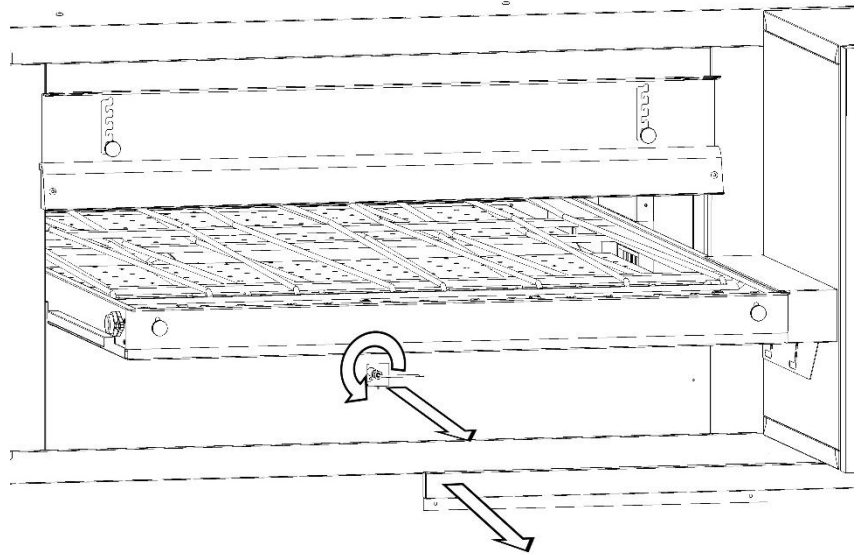

Fig.10B
- 4.Sacar el cárter de protección de la sonda (Fig.10B).
- 5.Con una llave de 12 mm soltar la tuerca de fijación del soporte y sacar la sonda (Fig.10B).